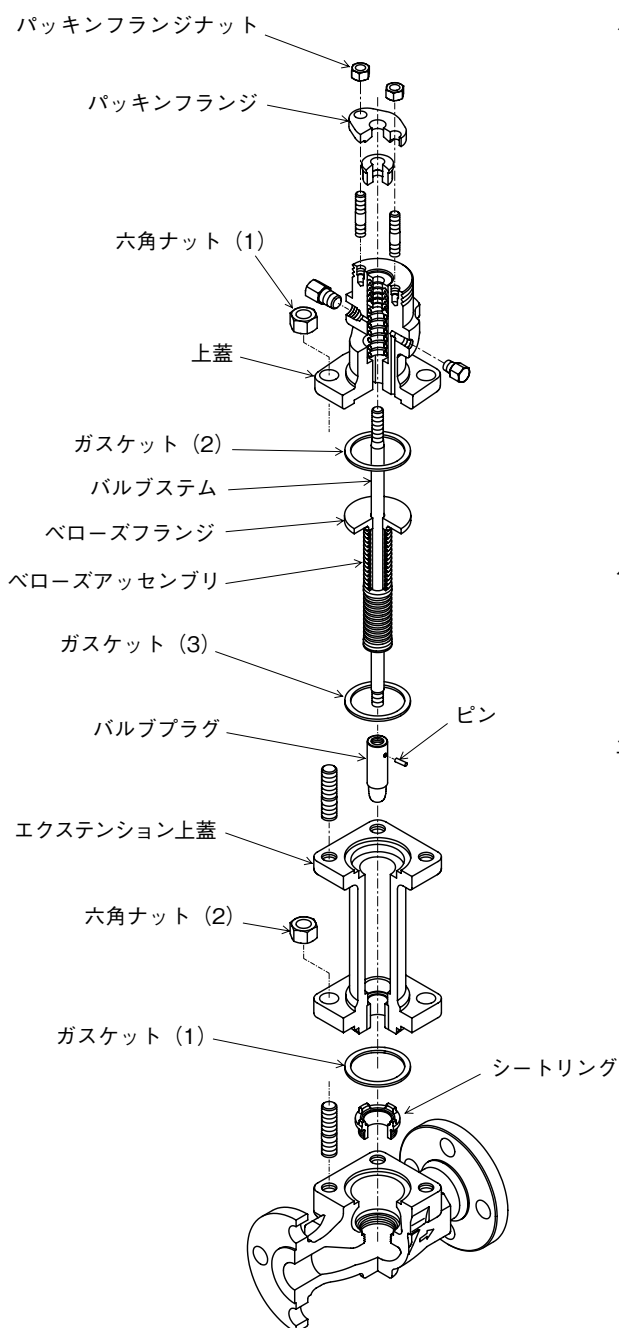
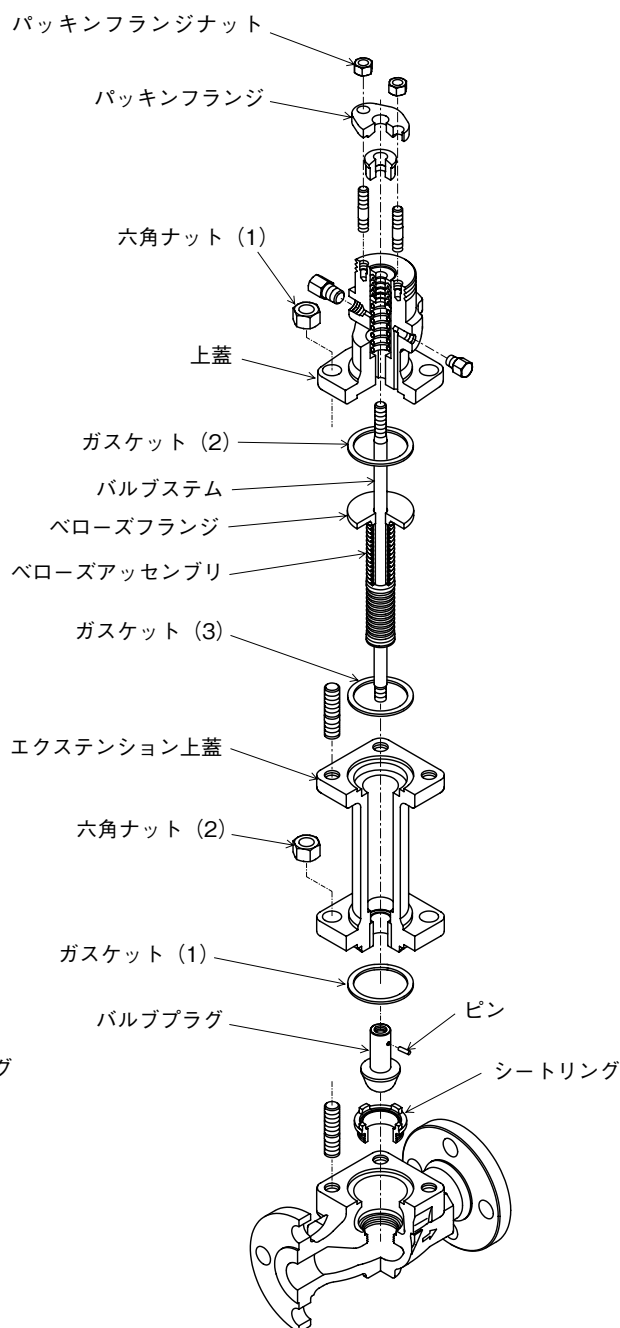

図 6-1
図 6-2
HLS 調節弁は弁の Cv 値により、または PTFE インサートの有無によりポートの形状が異なるため、取扱方法が多少異なります。構造を図 6-1、図 6-2 に示します。(図 5-1 参照)
【6】 ■ HLS、 $C_v \leq 4$ の場合(図6-1 参照)
■ HLS、 $C_v \geq 6.3$ およびPTFE インサート形の場合(図6-2 参照)